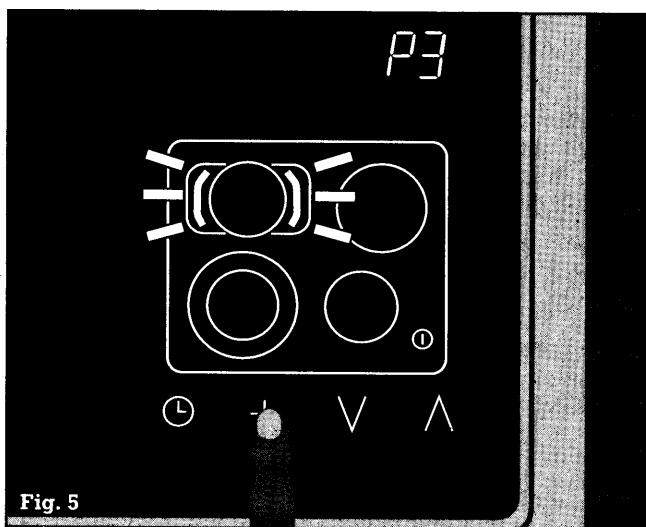

Fig. 5
- ... trycker du lätt på symbolen -. I timerns displayfält blinkar då **P3**. I displayfältet för värmezon 2 (längst bak till vänster) blinkar symbolen för anpassningen  (fig. 5). Genom att trycka lätt på värmezonen i displayfältet kan du nu välja samma inställningar för anpassning som för värmezon 1. Du sparar värdena på samma sätt som ovan.